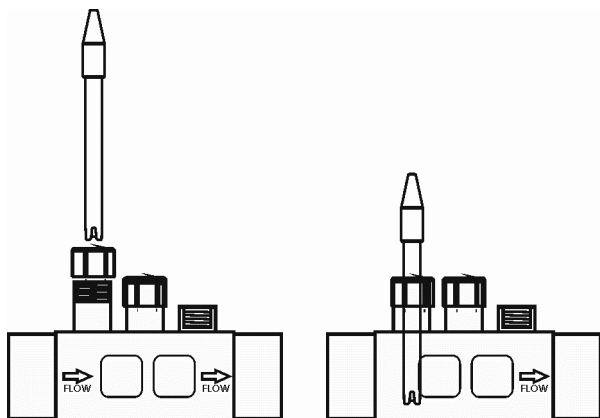

Fig. 12
1. Inserire la sonda di pH fornita con il sistema negli appositi alloggi del porta-sonde. (Fig. 12).